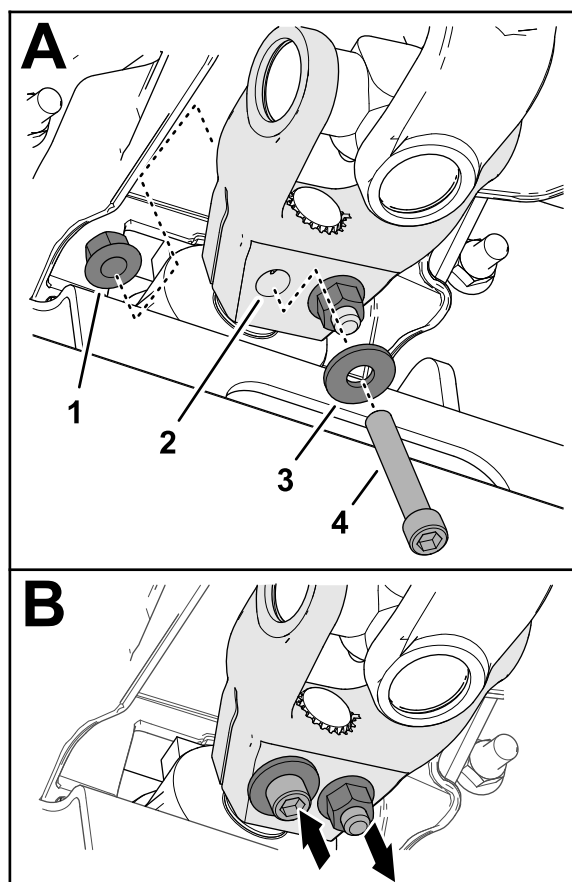

Figura 19
de transmisie (Figura 19) și fixați șurubul cu cap imbus cu o contrapiuliță cu guler ($\frac{3}{8}$ ").
7. Montați un șurub cu cap imbus ($\frac{3}{8} \times 2\frac{1}{4}$ ") printr-o șaibă ($\frac{3}{8}$ ") și orificiul din furca arborelui de transmisie de pe cealaltă parte (Figura 19) și fixați șurubul cu cap imbus cu o contrapiuliță cu guler ($\frac{3}{8}$ ").